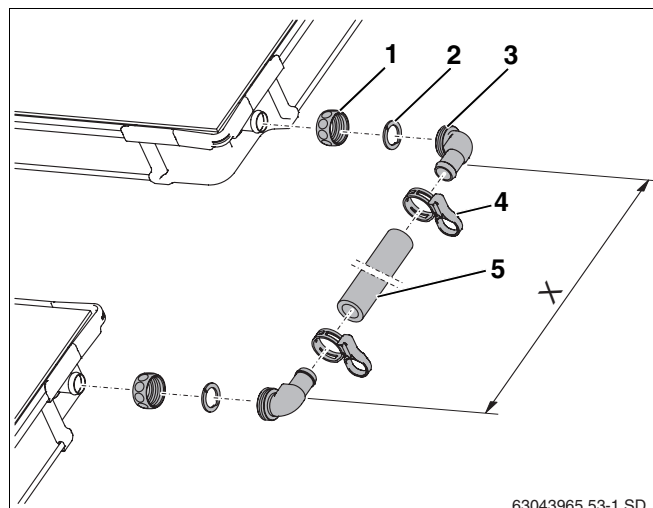

Рис. 41 Комплект для соединения двух рядов коллекторов
- Надеть накидные гайки (рис. 41, **поз. 1**) на штуцеры коллектора.
- Уложить зажимную шайбу (рис. 41, **поз. 2**) за выступ штуцера коллектора и нажать на нее.
- Надеть на штуцер угловой наконечник с кольцом (рис. 41, **поз. 3**), надавив на него, выровнять и затянуть накидной гайкой.
- Измерить расстояние между угловыми наконечниками (размер X) при смонтированных коллекторах и соответственно обрезать шланг (рис. 41, **поз. 5**).
- Надеть шланг на угловые наконечники и зажать пружинными хомутами (рис. 41, **поз. 4**).